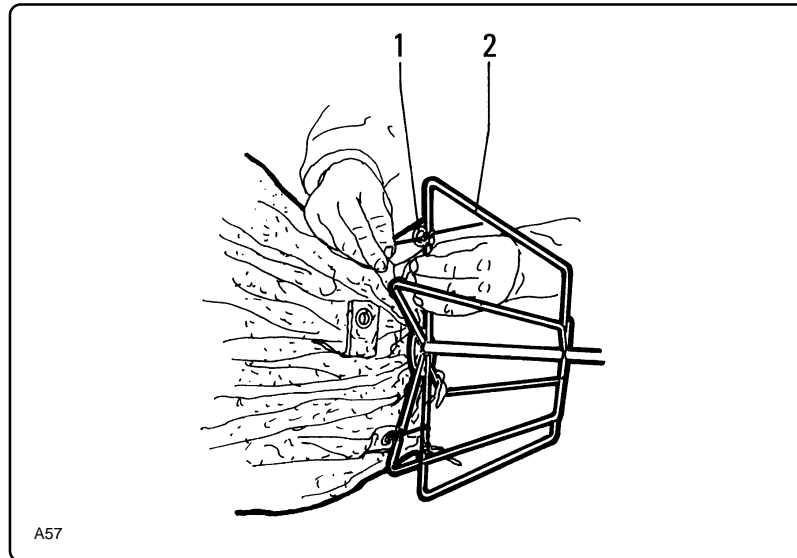

Fig. 7.5.2
- Sfilare la gabbia "6" e capovolgere il filtro mettendo a vista la fascetta di aggancio "1" fig. 7.5.2.
- Unscrew cage "6" and overturn the filter, exposing coupling clamp "1" fig. 7.5.2.
- Introdurre la gabbia "2" fig. 7.5.2 e montarla al filtro mediante le fascette "1" esistenti sul fondo del filtro.
- *Insert cage "2" fig. 7.5.2 and mount it on to the filter by means of clamps "1" on the bottom of the filter.*